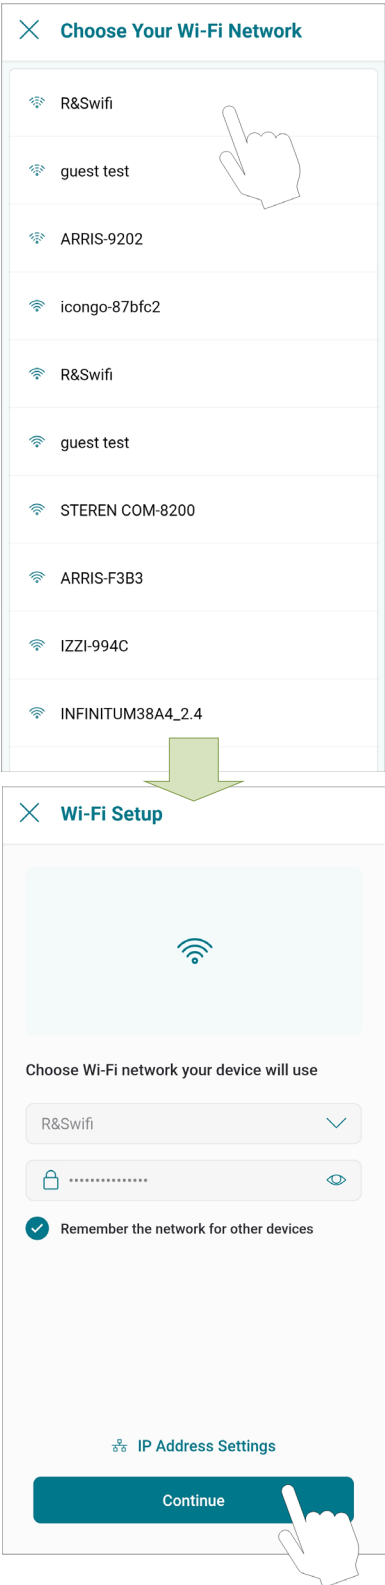

Figure 85. Configuration Wi-Fi
- L'écran Configuration Wi-Fi (Wi-Fi Setup) s'affiche. Sélectionnez ou entrez le réseau Wi-Fi auquel vous souhaitez connecter votre appareil et saisissez le mot de passe réseau, voir **Figure 85**.